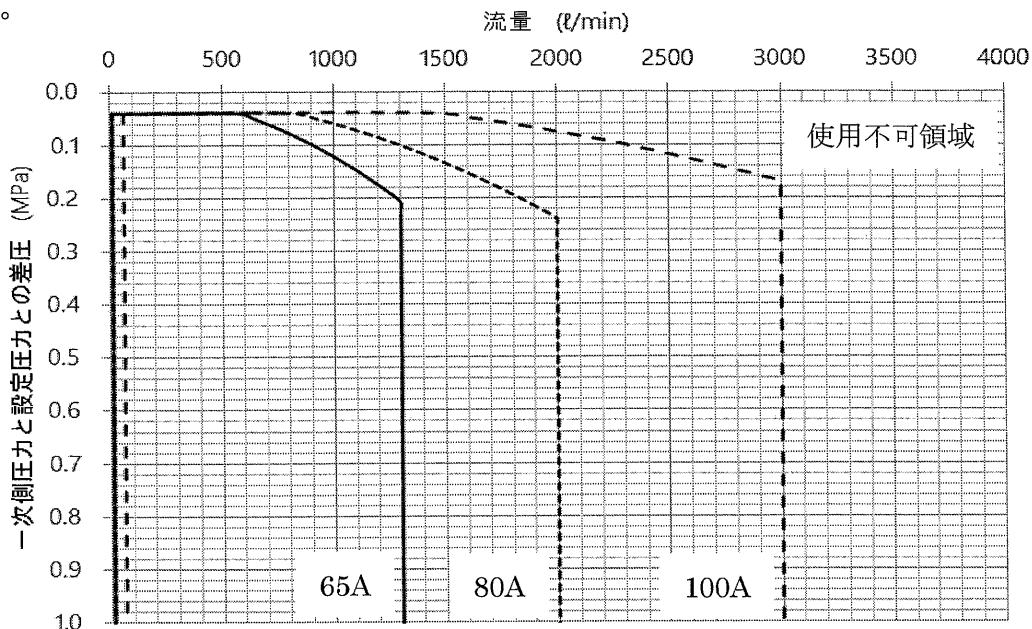

図 13 流量－差圧線図
- (9) 所要流量を満たすには、 ΔP (一次側圧力と二次側圧力の差圧)を図 13 より求めた値以上にしてください。